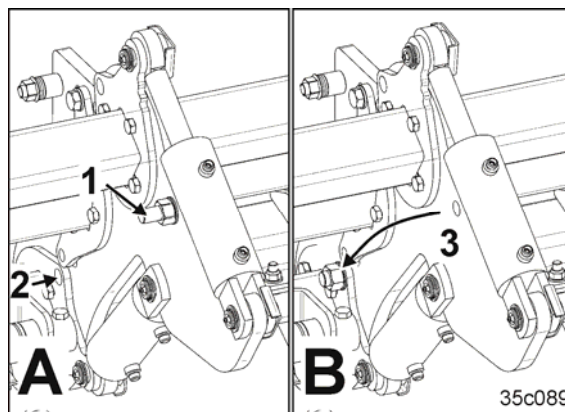

Fig. 190
Blokeringsskrue (Fig. 190/1)
- Hele blokeringshullet kan ses (Fig. 190/2).
2. Løsn blokeringsskruen fra parkeringspositionen, sæt den i blokeringspositionen (Fig. 190/3), og spænd den.